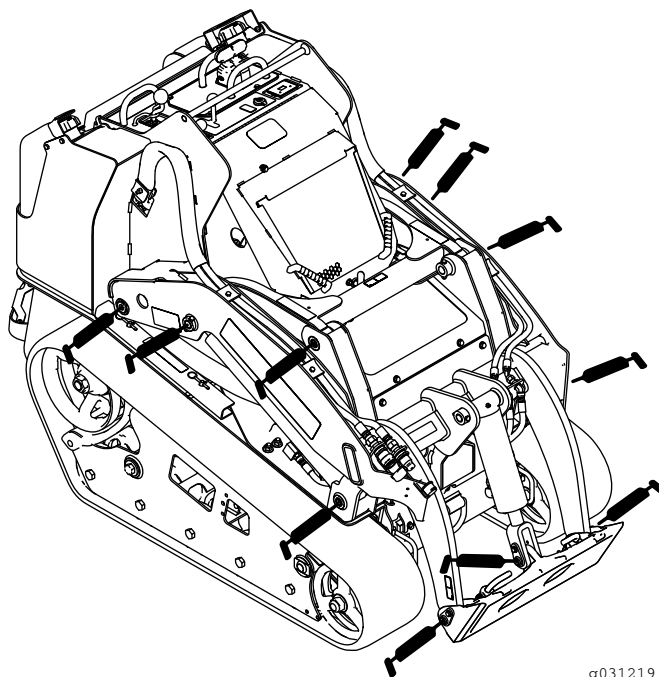
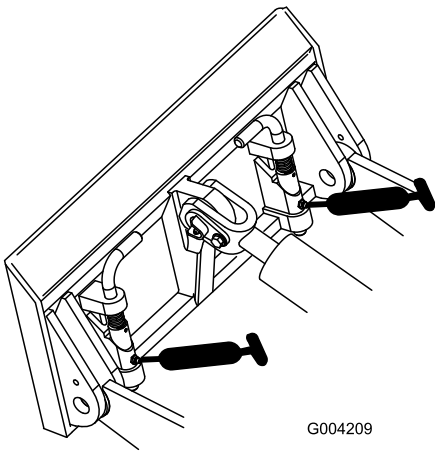
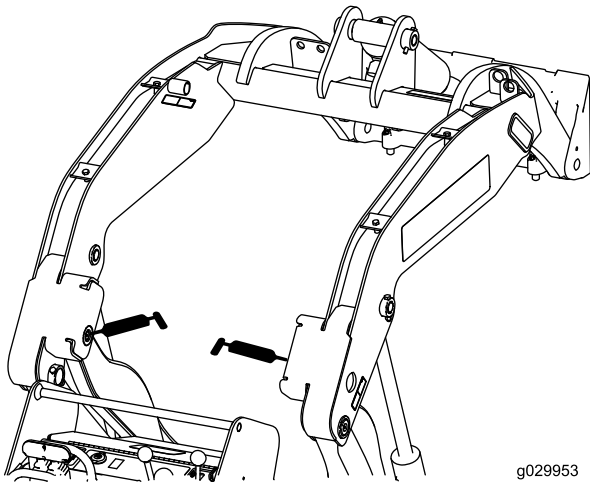

Bild 41
Bild 42
Bild 43
3. Setzen Sie eine Fettpresse an allen Nippeln an (Bild 41, Bild 42 und Bild 43).
Hinweis: Heben Sie die Hubarme an, bevor Sie die Schmiernippel in Bild 43 einfetten.